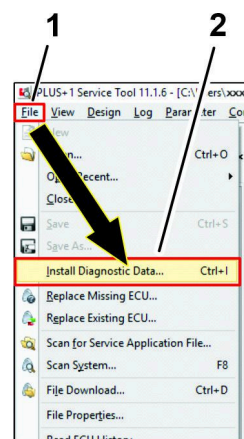

Figura 41
2. Haga clic en el icono ARCHIVO, y en la lista desplegable, haga clic en el icono INSTALAR DATOS DIAGNÓSTICOS . . . (Figura 41).